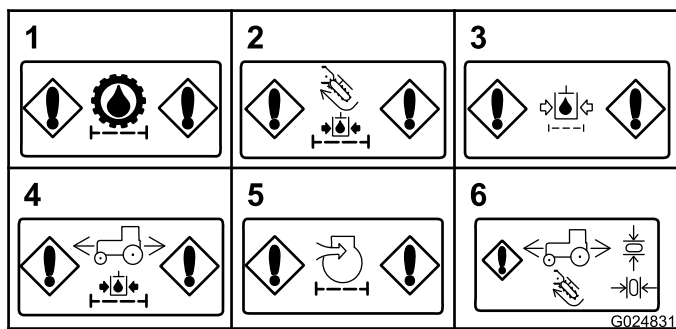

Figura 33
- **Obstrucción en el filtro hidráulico de carga (transmisión)** – Este mensaje aparece cuando el filtro hidráulico de carga de la transmisión está obstruido (Figura 33).
- **Obstrucción en el filtro hidráulico de carga (accesorios)** – Este mensaje aparece cuando el filtro hidráulico de carga de los accesorios está obstruido (Figura 33).
- **Obstrucción en el filtro hidráulico de retorno** – Este mensaje aparece cuando el filtro hidráulico de retorno está obstruido (Figura 33).
- **Obstrucción en el filtro hidráulico de carga (motor de tracción)** – Este mensaje aparece cuando el filtro hidráulico del motor de tracción está obstruido (Figura 33).
- **Obstrucción en el filtro de aire (motor)** – Este mensaje aparece cuando el filtro de aire necesita mantenimiento (Figura 33).
- **Indicador de retorno a punto muerto** – Se muestra este indicador si usted intenta realizar una operación que requiere que el joystick o el pedal de tracción esté en la posición de punto muerto. Coloque el joystick o el pedal de tracción en la posición de Punto muerto antes de seguir con la operación (Figura 33).